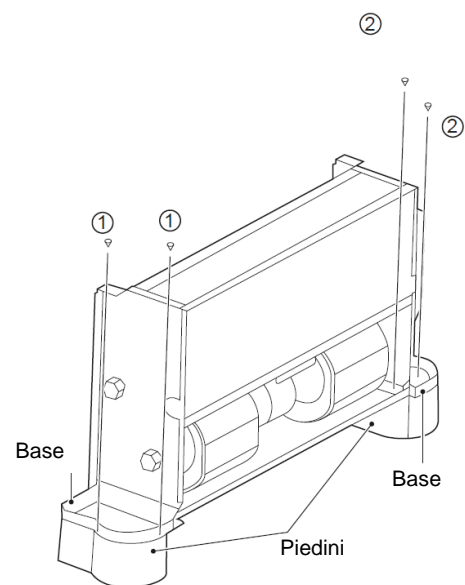

Figura 5-3
I piedini mostrati in Figura 5-3 sono opzionali. È possibile acquistarli separatamente e installarli come segue:
2. Posizionare i fori di montaggio della base dell'unità sui corrispondenti perni di posizionamento e usare le viti ①\*2 e ②\*2 per fissare i piedini come da Figura 5-3.